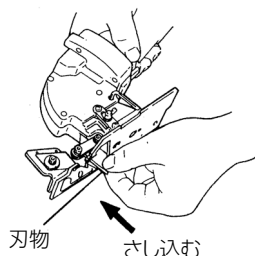

図 13
- (2) 刃物をロッド下方よりこの溝にさし込みます。(図 13)